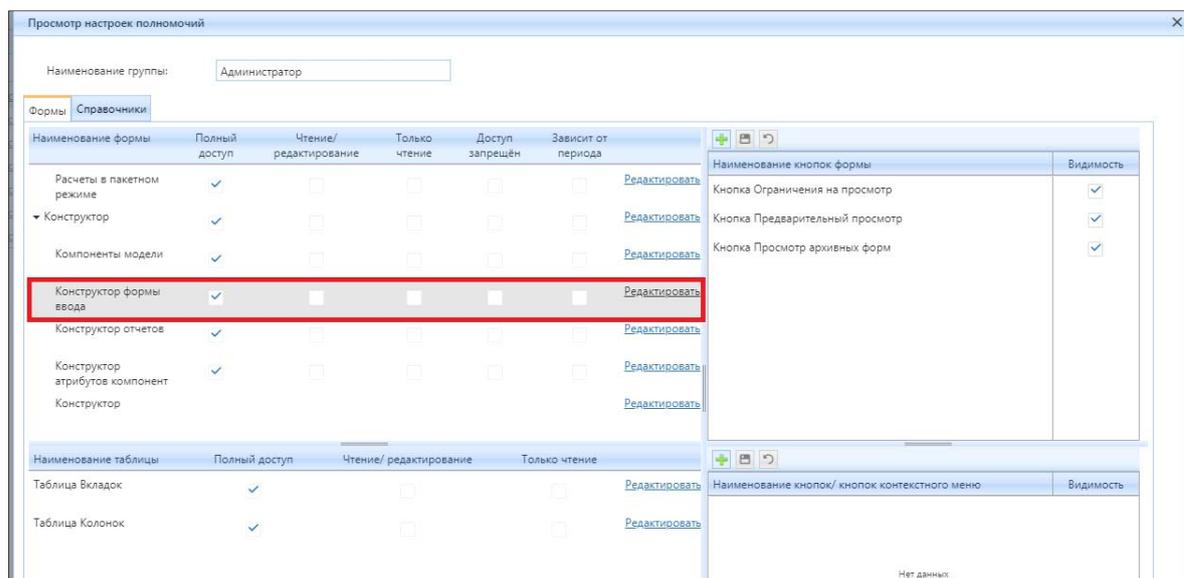
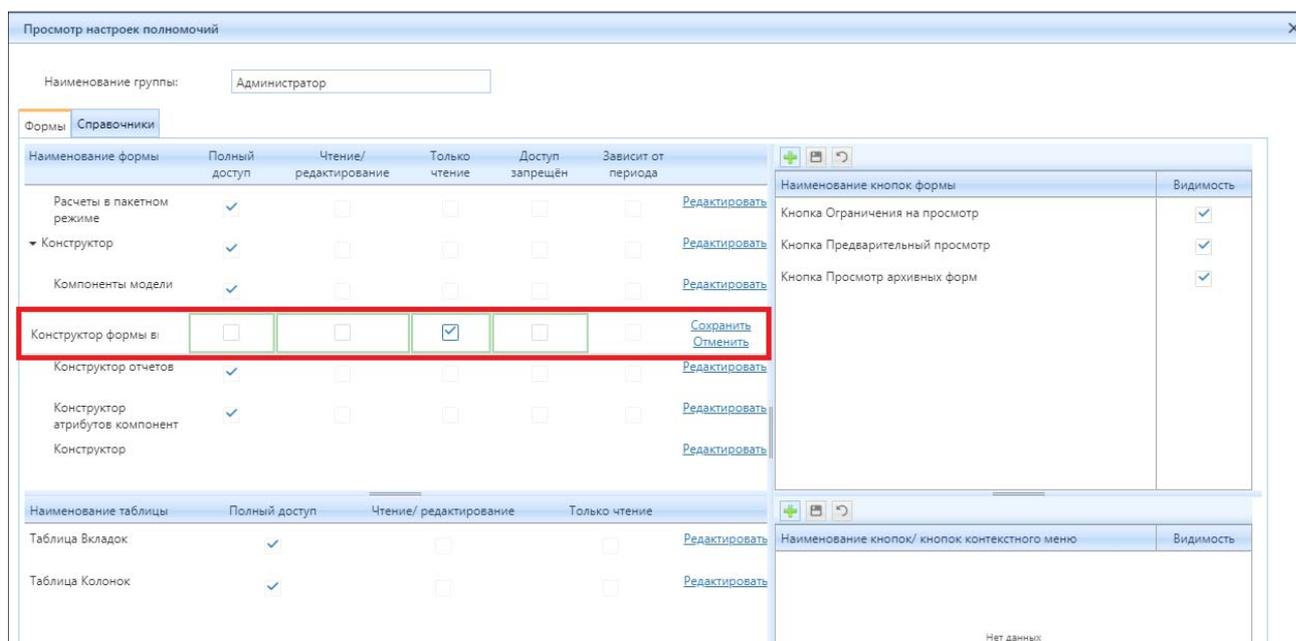
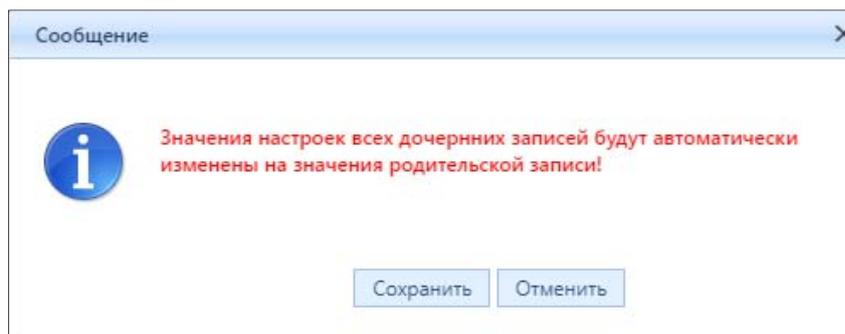

Рисунок 4.1.9 – Выделенная форма «Конструктор формы ввода»
Рисунок 4.1.10 – Настройка доступа к форме «Конструктор формы ввода»
Рисунок 4.1.11 – Окно с системным сообщением о применимости настройки с родительской формы ко всем дочерним формам
Для настройки полномочий в форме (меню) Системы для группы пользователей выполните следующие действия (рис. 4.1.9 и рис. 4.1.10):
- 2) нажмите в безымянной колонке таблицы на ссылку «Редактировать» (рис. 4.1.9) для внесения настройки полномочий формы;
- 1) «Сохранить» (рис. 4.1.10), предназначенная для сохранения настройки;
- 2) «Отменить» (рис. 4.1.10), предназначенная для отмены настройки.
Сохраненная настройка доступа в родительской форме (модуль Системы) автоматически устанавливается для дочерних форм (подразделов). При настройке доступа в родительской форме всплывает системное сообщение с предупреждением о применимости настройки доступа к дочерним формам (рис. 4.1.11). Нажмите на кнопку «Сохранить» (рис. 4.1.10) для сохранения настройки или на кнопку «Отменить» (рис. 4.1.10) для отмены настройки в родительской и дочерней форме. Доступ к дочерней форме можно настраивать отдельно.